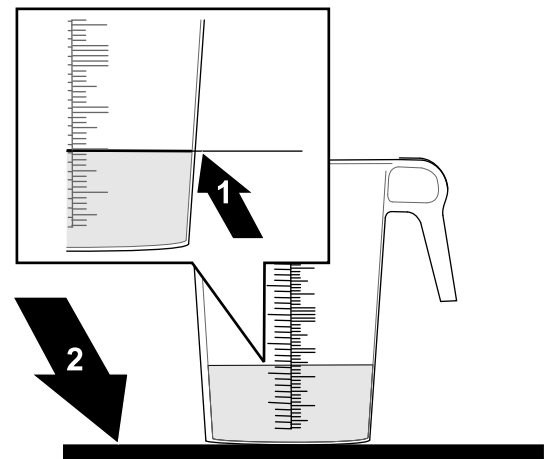

Figura 172
- 1. Coloque el recipiente graduado en una superficie nivelada, deje que el fluido se asiente y observe el volumen de fluido (Figura 172).